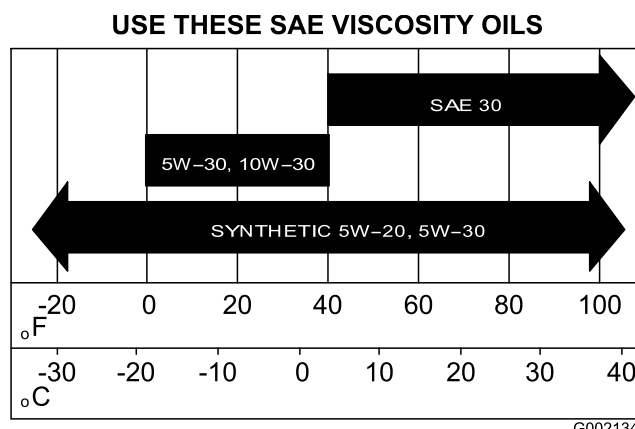

図 40
5. 所定のエンジンオイルを入れる 図 40 (エンジンオイルの交換モデル 07273 と 07273TC (ページ 34)) を参照。